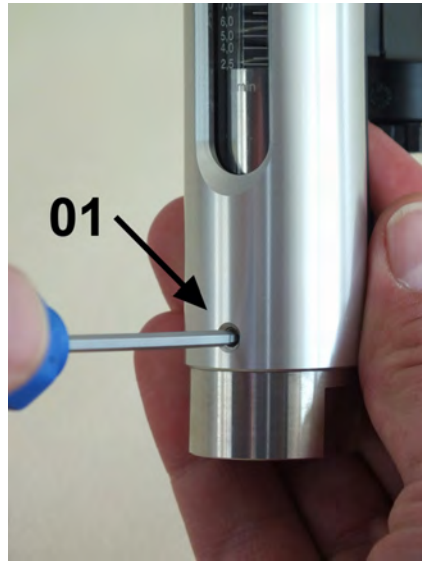

Abb. 47: Verschraubung (Eingang) befestigen
9. ➔ Verschraubung (Eingang) mit 3 Innensechskantschrauben ( Abb. 47/01) an der Gerätehülse befestigen, dabei Drehmoment beachten